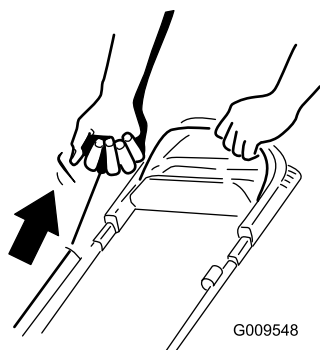

Figure 13
2. Tirez légèrement la poignée du lanceur (Figure 13) jusqu'à ce que vous sentiez une résistance, puis tirez vigoureusement et laissez le lanceur